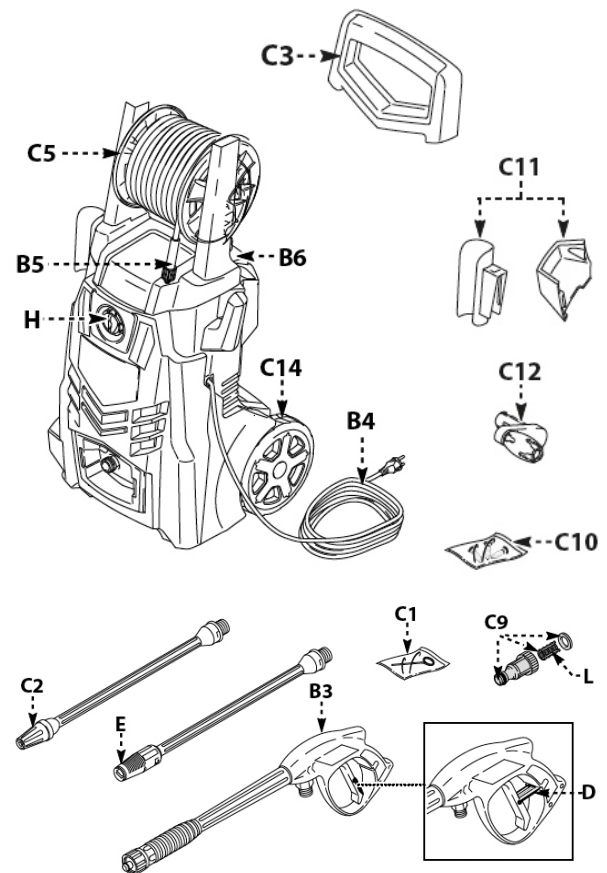
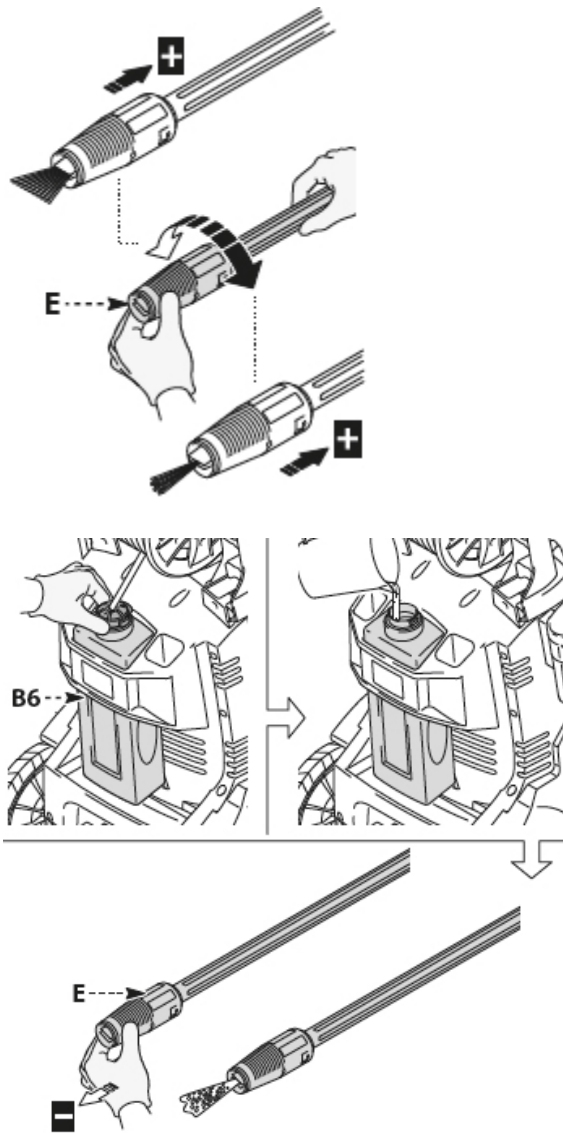

Abb. 3: Beschreibung
Abb. 9: Einstellungen
Den Wasserstrahl an der Düse (Pos. E, Abb. 3) regulieren.
Damit das Reinigungsmittel mit dem richtigen Druck ausgegeben wird, die Düse (Pos. E, Abb. 3 und Abb. 9) in die Stellung „“, bringen oder den Satz Reinigungsmittel (Pos. C13, Abb. 9) wie in der Abbildung dargestellt montieren.
Verwendet man einen längeren als den zur Originalausstattung des Hochdruckreinigers gehörenden Hochdruckschlauch oder eine zusätzliche Schlauchverlängerung, wird unter Umständen weniger oder gar kein Reinigungsmittel angesaugt. Den Tank (Pos. B6, Abb. 9) mit einem hochgradig biologisch abbaubarem Reinigungsmittel füllen.
Schritt 1: Den Tank (Pos. B6, Abb. 9) mit einem hochgradig biologisch abbaubarem Reinigungsmittel füllen.